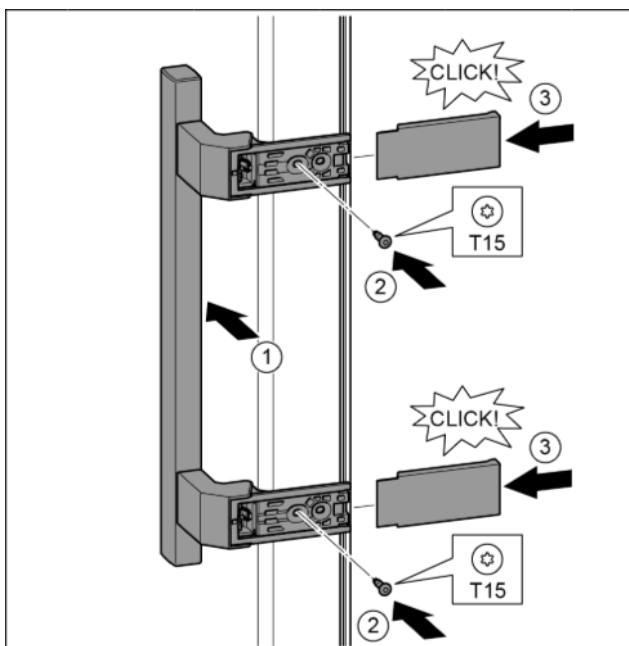

Fig. 19
- Poser la poignée sur le côté opposé. Fig. 19 (1)
- Serrer les vis avec un tournevis T15. Fig. 19 (2)
- Mettre en place les caches latéralement et les enfiler. Fig. 19 (3)